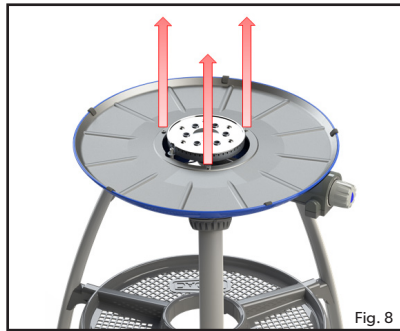
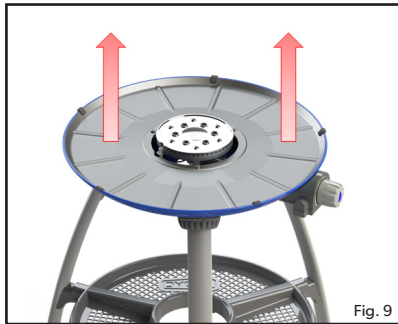

Fig. 8
Fig. 9
- Sostituire il getto: Rimuovere le tre viti dalla piastra di schermatura anticalore (Fig. 8). Rimuovere la piastra di schermatura anticalore (Fig. 9) facendo attenzione a non danneggiare l'elettrodo piezoelettrico. Il getto può ora essere rimosso utilizzando una chiave adatta (Fig. 10). Non utilizzare pinze sul getto poiché questo può danneggiarlo, rendendolo inutilizzabile o impossibile da rimuovere. Avvitare il nuovo getto nella valvola. Non serrare eccessivamente poiché questo può danneggiare il getto.